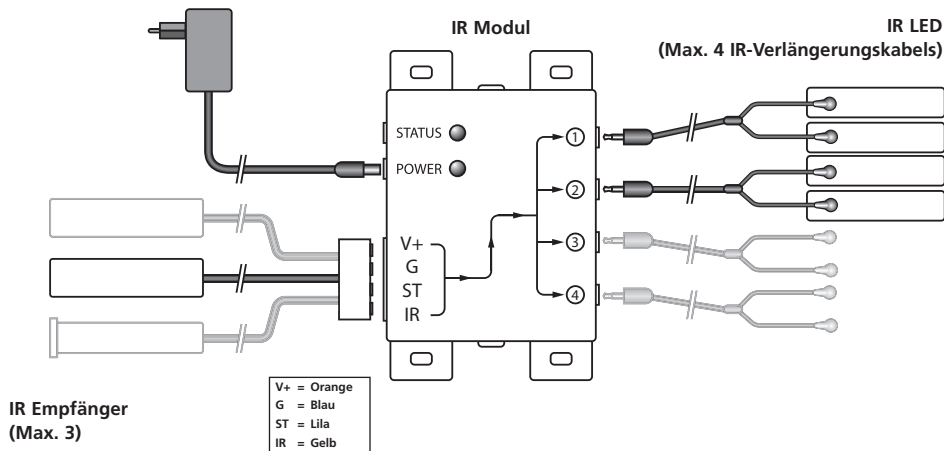

Abbildung 2
3. Schließen Sie nun den IR Empfänger an das IR Modul an. Die Anschlussklemme ist, um Ihnen die Arbeit zu erleichtern, bereits an die Drähte des IR Empfängers befestigt. Achten Sie beim Einstecken auf die richtige Position (Schrauben oben) und auf die Farben der Drähte. Wenn Sie die Drähte lösen müssen, weil z.B. die Anschlussklemme nicht durch die Öffnung des Möbelstücks passt, schließen Sie dann die Drähte wieder gemäß dem Anschlussschema in Abbildung 2 an die Klemme an.